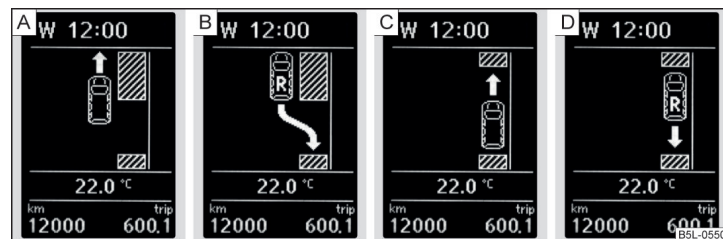

Fig. 142 Affichage à l'écran
Lorsque le système a détecté une place de stationnement appropriée, celle-ci s'affiche sur le visuel » fig. 142 - **A**.
- Continuez d'avancer jusqu'à ce que l'instruction » fig. 142 - **B** s'affiche sur le visuel.
- Si la flèche vers l'avant » fig. 142 -  clignote sur le visuel, enclenchez le 1er rapport ou amenez le levier sélecteur sur la position **D**.
- Si la flèche vers l'arrière » fig. 142 -  clignote sur le visuel, enclenchez de nouveau la marche arrière ou amenez le levier sélecteur sur la position **R**.